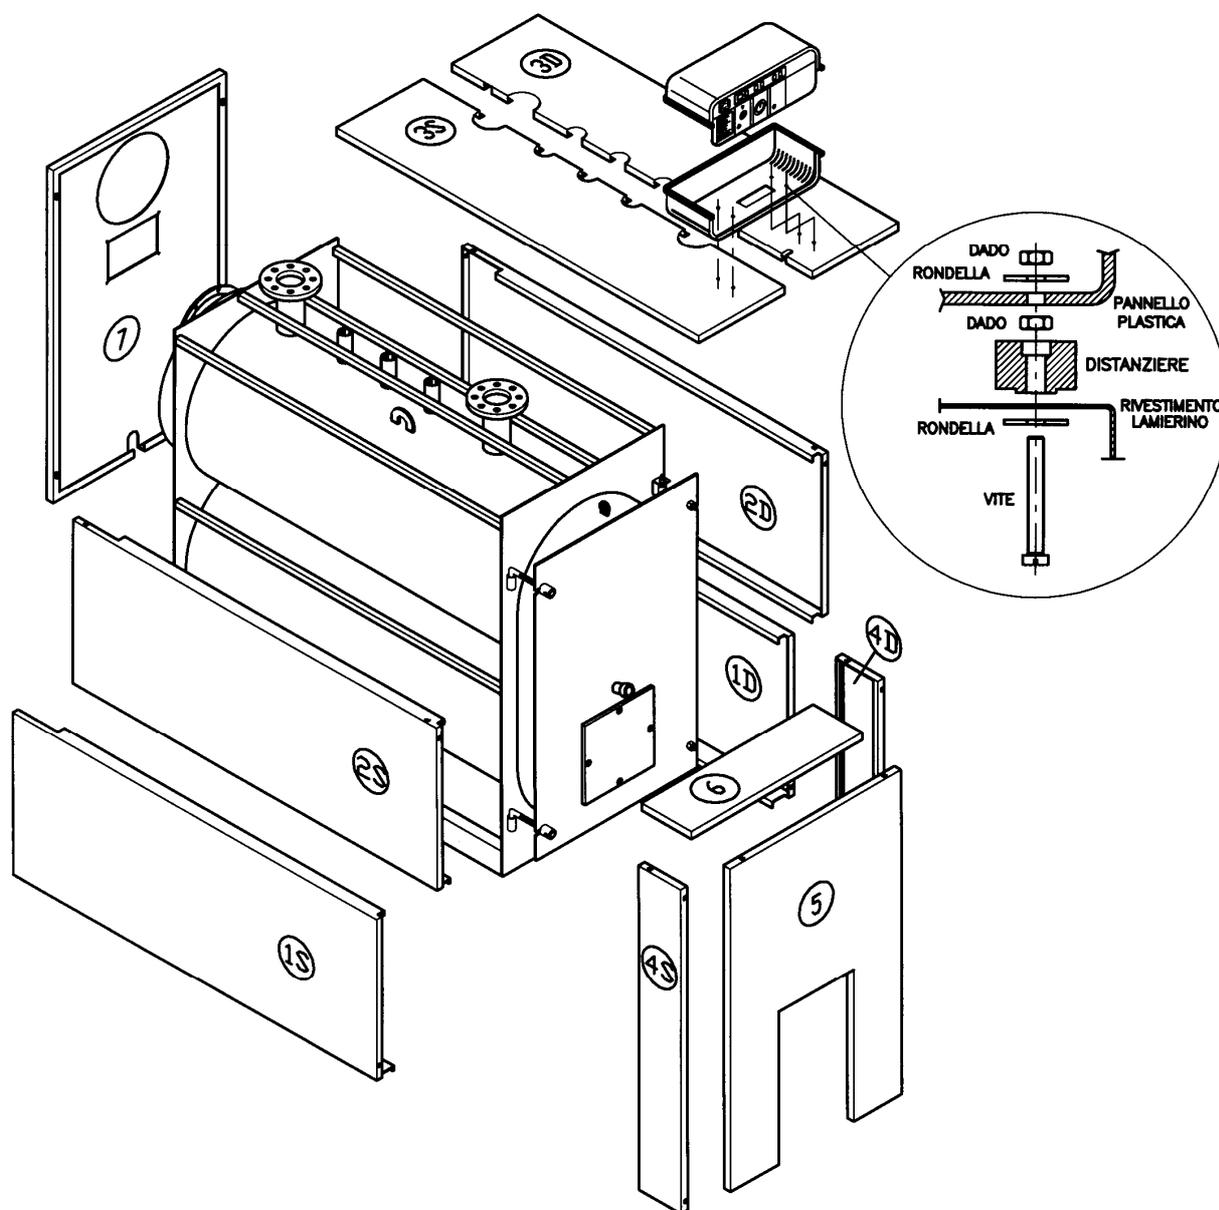

Fig. 14
4.7. RIVESTIMENTI CALDAIA STR (Fig. 14)
- e) Montare i pannelli (4S) e (4D) agganciandoli ai pannelli laterali mediante le apposite staffe; montare quindi il pannello anteriore (5) agganciandolo ai pannelli (4S) e (4D). Chiudere il rivestimento portellone appoggiando il pannello superiore (6).
- f) Montare il pannello superiore (7) agganciandolo ai pannelli laterali mediante le apposite staffe.